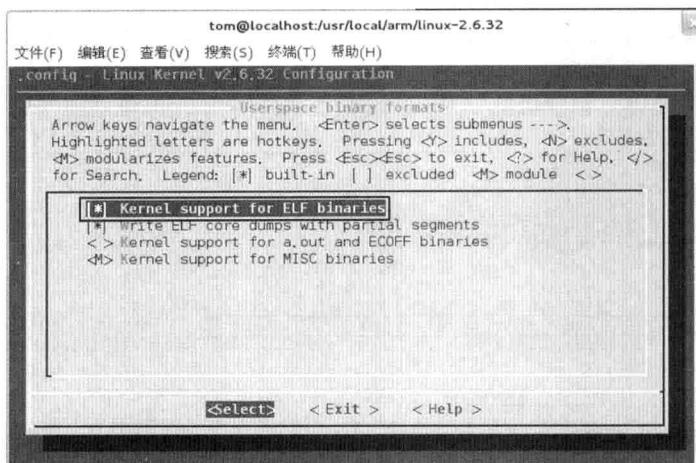

图 4.12 配置 Kernel support for ELF binaries 选项
- (8) 选项 CPU Power Management 一般不做配置。
(9) 选项 Floating point emulation 一般不做配置。
(10) 选项 Userspace binary formats，配置 Kernel support for ELF binaries，如图 4.12 所示。
(11) 对于电源管理选项一般不做配置。